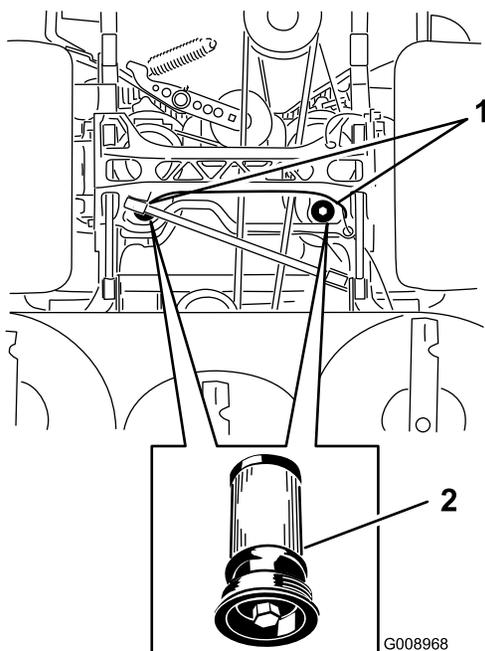

Figura 92
5. Collocate una bacinella di spurgo sotto il filtro, togliete il filtro usato e pulite la superficie (Figura 92).
6. Spalmate un velo di olio idraulico sulla guarnizione di gomma del filtro di ricambio (Figura 92).